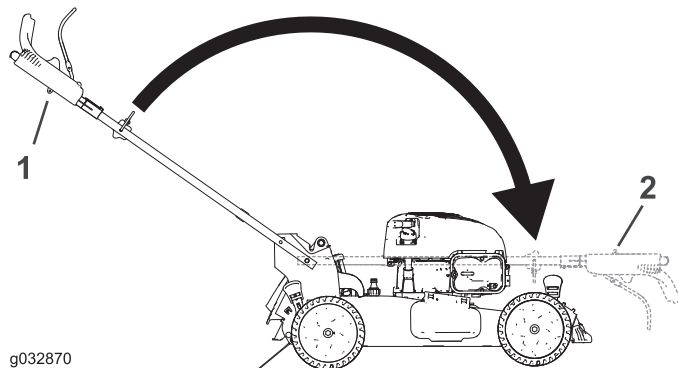

Figure 26
2. Repliez le guidon en le faisant pivoter en avant (Figure 26).